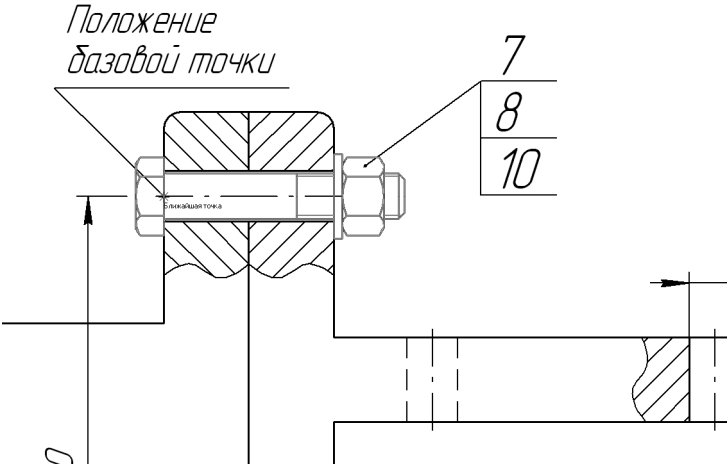

Рис. 57.22.
4. Совместите базовую точку фантома с базовой точкой оригинала и щелчком мыши зафиксируйте ее. Используйте привязку **Ближайшая точка** (рис. 57.22).